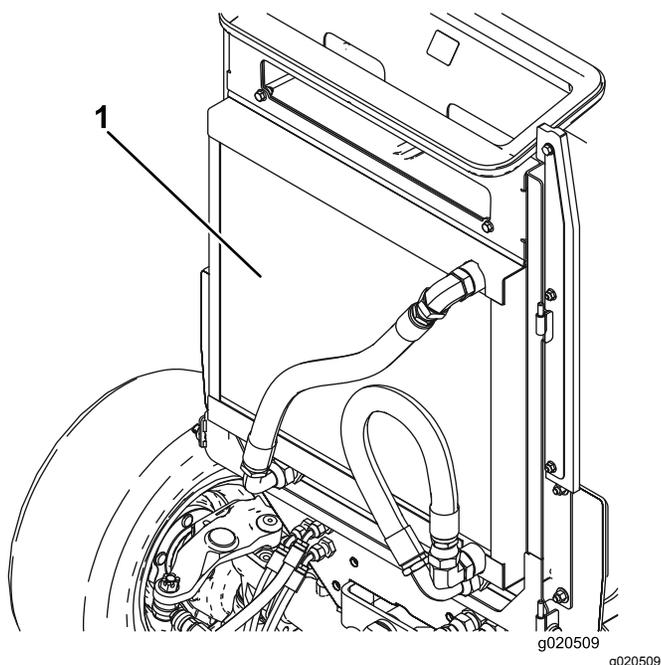

Figura 50
- Pulite accuratamente entrambi i lati dell'area del radiatore/refrigeratore dell'olio (Figura 50) utilizzando aria compressa. Iniziate dal lato anteriore ed eliminate i detriti spingendoli verso